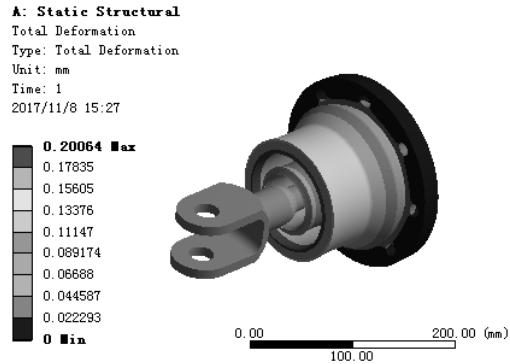

图 7.10.10 位移变形结果图解
(3) 查看位移变形结果图解。在“Outline”窗口中选中 ，查看图 7.10.10 所示的位移变形结果，其最大位移为 0.20064 mm。